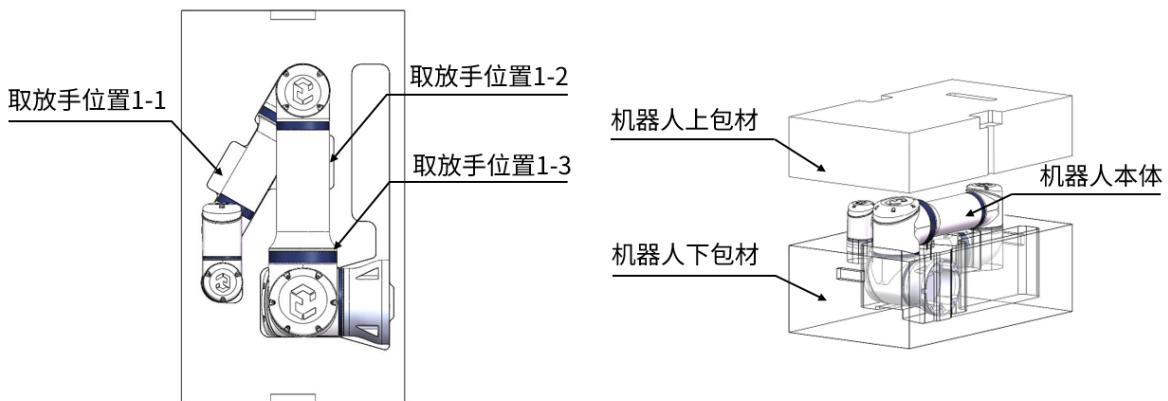

图 6-1: 机器人打包图
- ES618 机器人的打包姿态角度是：（A1: 180°、A2: -180°、A3: 150°、A4: -60°、A5: 180°、A6: -45°），如图 6-1 所示；